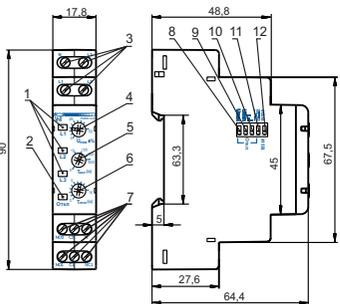

Рисунок 1
2) Регулятором **Уном ±%** (поз.4 рис. 1) установите необходимый порог срабатывания по максимальному и минимальному напряжению в процентах от номинального напряжения питания сети.
3) Регулятором **Тоткл (с)** (поз.6 рис. 1) установите время срабатывания защиты.
4) Регулятором **Твкл (с)** (поз.5 рис. 1) установите время АПВ.
5) Переключателями срабатывания защиты (поз. 8 – 11 рис. 1) включите необходимые защиты.
6) Переключателем **400 В / 415 В** (поз. 12 рис. 1) установите тип используемой сети.
Если Вы планируете использовать изделие в режиме «Контроль максимального напряжения» (разд. «Работа изделия»), разрыв питания катушки КМ необходимо подключить к клеммам **C1-NC1 (C2-NC2)** (обратная логика включения). Переключатель **U_{max}** (поз. 8 рис. 1) переместите в положение «Включено», а переключатели **☒**, **☑**, **U_{min}** – в положение «Откл».